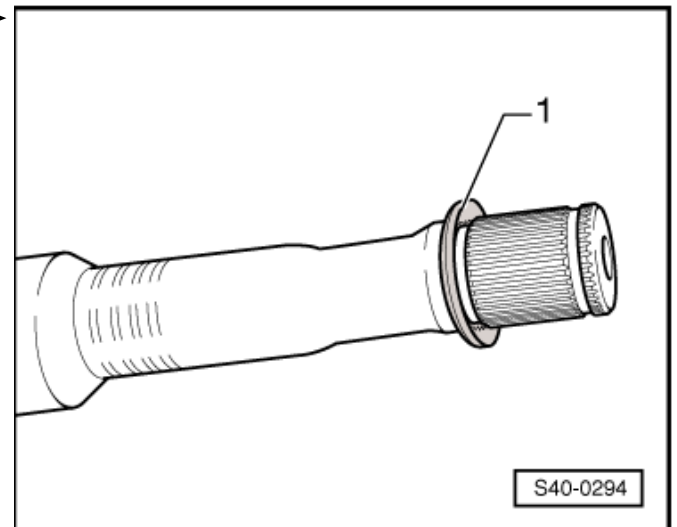

**Abb. 5: Einbaulage der Tellerfeder und des Anlauf-
- ☐ Einbaulage ⇒ Abb. 5 in **40-6** Seite 3